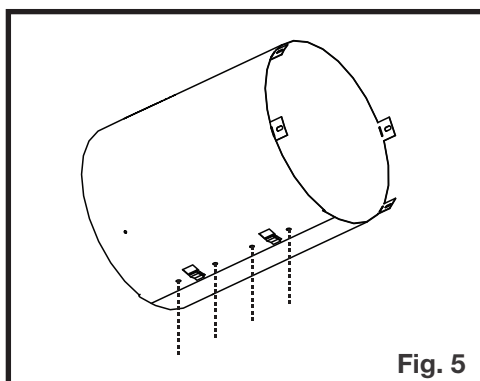

Fig. 5
5. Assurez-vous que les deux extrémités s'alignent et fixez les extrémités avec des agrafes et des attaches (**Fig. 5**).
5. Utilisez les attaches à l'étape 4 pour fixer le bouclier d'évent sur l'appareil (Fig. 5).